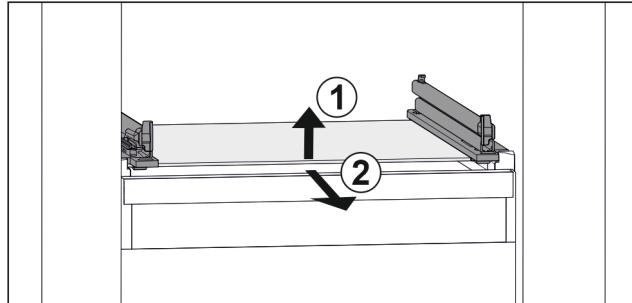

Fig. 108 Примерно изображение на стъклена плоча
- ▶ Повдигнете стъклена плоча отпред. *Fig. 108 (1)*
- ▶ Извадете стъклена плоча напред. *Fig. 108 (2)*